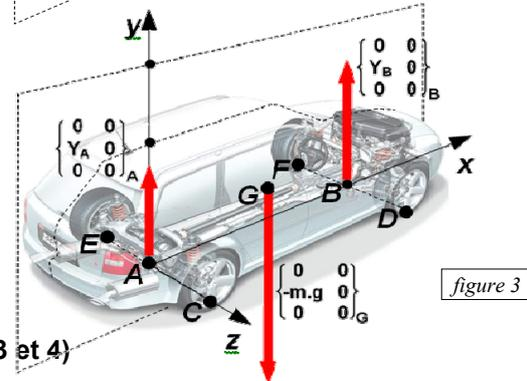

figure 3
4) Cas du problème plan : (fig. 3)
- ⇒ Problème ramené dans le plan de symétrie(A,x,y) du véhicule 1 (fig. 3 et 4)